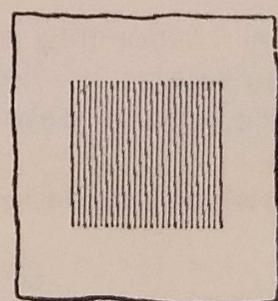

FIG. 47
- mover la tela con la mano, hacia adelante y hacia atrás, hasta que el agujero quede cubierto por líneas paralelas de puntadas (fig. 47),
- girar el tejido de 70 y repetir la operación, como indica la fig. 47, hasta que el agujero quede completamente cubierto.